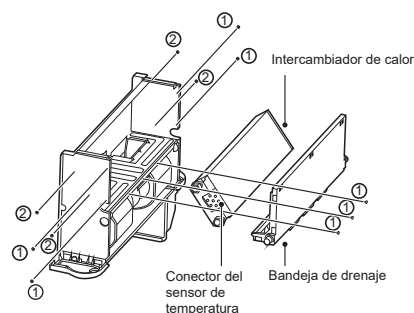

Figura 4-8 Extracción de la bandeja de drenaje y el intercambiador de calor
- Retire los tornillos ① \*7 para extraer la bandeja de drenaje, tal como se muestra en la Figura 4-8. A continuación, retire los tornillos ② \*4 para extraer el intercambiador de calor.